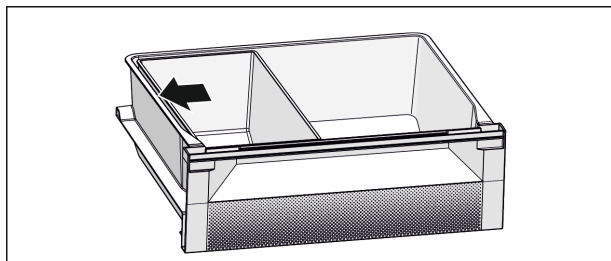

Fig. 7
- ▶ For optimal kølefunktion: Placer Fish & Seafood-bakken som vist på illustrationen (se Fig. 7) .